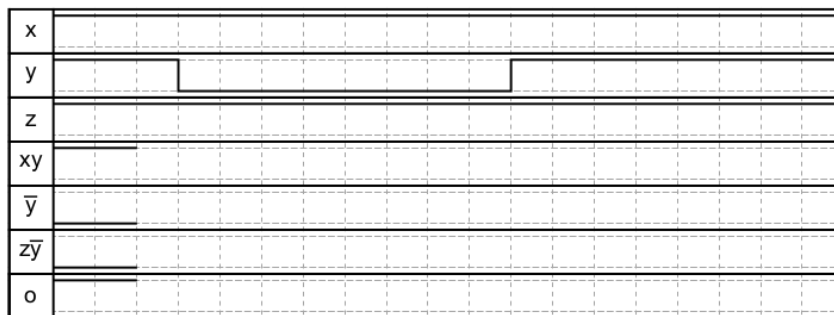

Abbildung 4.7: Timing Diagramm einer digitalen Schaltung
2. Wählen Sie für  $x$  den Kanal 7 und führen sie alle weiteren Signale gemäß Abbildung 4.7 auf die weiteren Ausgänge ( $x \rightarrow 7 \dots o \rightarrow 1$ ). Dadurch lässt sich die Ausbreitung der Signale innerhalb der Schaltung gut beobachten. Wir wollen nun das Timing-Diagramm nachmessen. Hierfür setzen Sie  $x = z = 1$  und erzeugen mit Hilfe des *CLK*-Tasters eine fallende Flanke auf  $y$ . Am Oszilloskop triggern Sie nun auf den Kanal, der die fallende Flanke von  $y$  führt. Stellen Sie am Oszilloskop eine geeignete zeitliche Auflösung ein, um sowohl die fallende Flanke als auch den Glitch sehen zu können. Messen Sie alle Signale der Schaltung und fügen Sie einen screenshot in Ihr Protokoll ein. Lassen Sie die Schaltung für den folgenden Versuch aufgebaut.